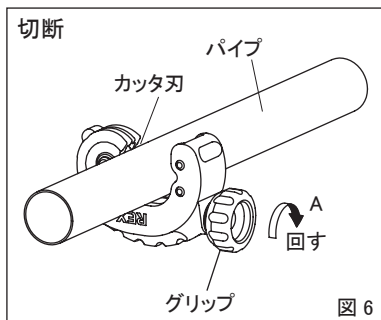

図 6
(2) パイプ切断、スクレーパー
① パイプの切断位置をマーキングしカッタをセットしてください。この時パイプの先端はローラ幅以上に出してください(図6)。